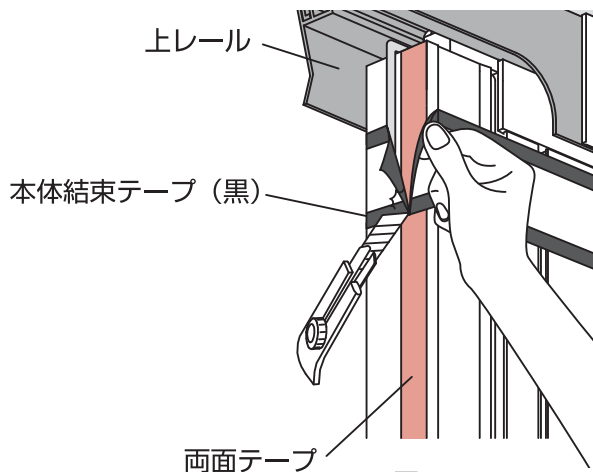

図3-8-1
- ① 網戸本体結束テープを両面テープの上でカッターで切り込みをいれて、はがしてください。(図 3-8-1)